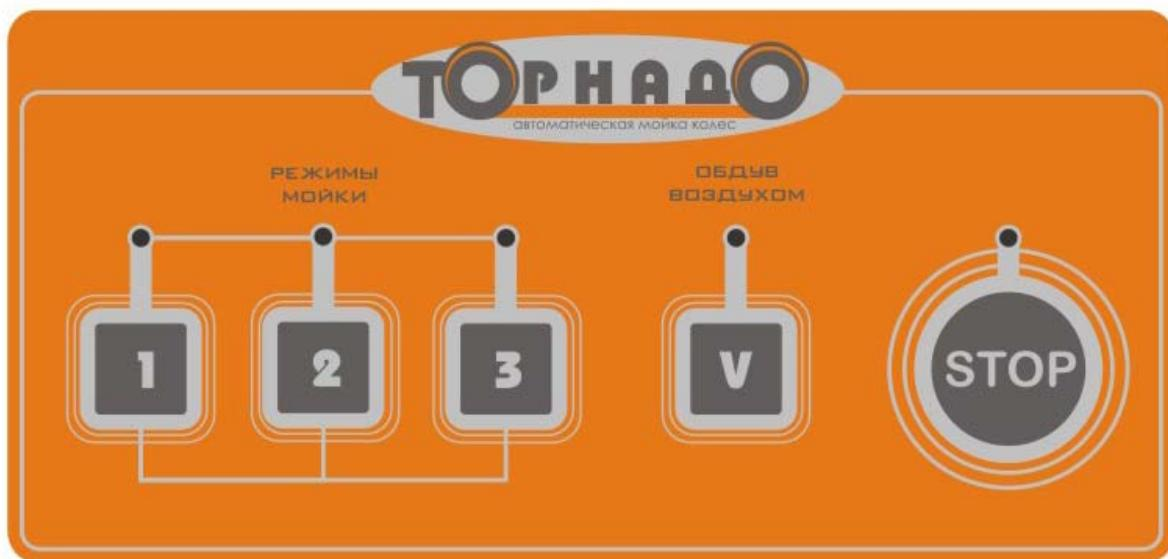

Рис. 5. Панель пленочная.
- 4.10. Снять крышку с электротехнического отделения (рис.5), потянув ее вверх и на себя, и визуально проверить работу стендса, нажав на одну из кнопок программ мойки расположенных на кнопочной (пленочной) панели управления. Вал электродвигателя привода колеса должен вращаться против часовой стрелки. Работу насоса слышно по шуму воды внутри моечного отделения. По окончании программы мойки, привод колеса продолжает вращаться и срабатывает электромагнитный клапан подачи воздуха, обдув происходит в течение 15с. После этого привод колеса отключается.